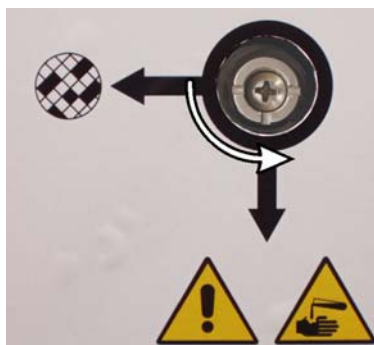

Abbildung 19. Wahlventil in Position für externe Absaugung
2. Drehen Sie das Wahlventil eine Viertel Umdrehung gegen den Uhrzeigersinn, damit die Dämpfe zum Dampfauslass geleitet werden (siehe Abbildung 19).